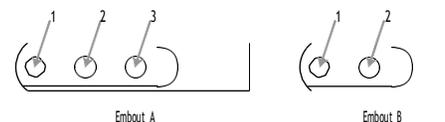

Figure 17.14 Embouts du vérin.
- Fixez l'embout de vérin souhaité en maintenant le vérin stationnaire et en tournant l'embout dans le sens horaire jusqu'à ce qu'il soit complètement fixé. Pour déterminer le meilleur embout, consultez la figure 17.14 et le tableau 17.3.